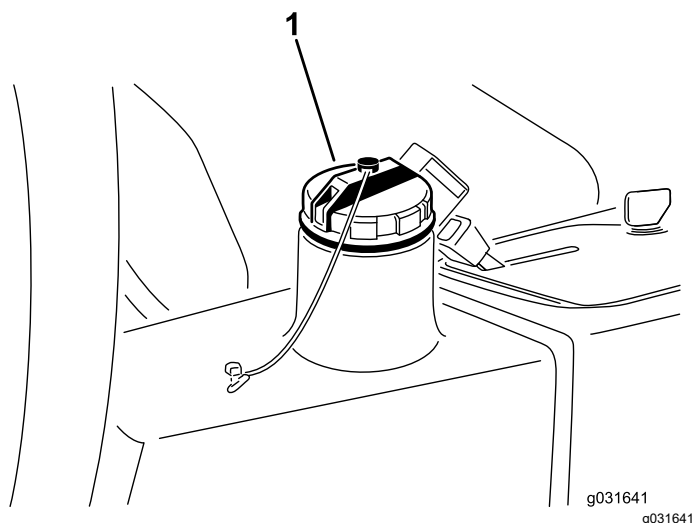

图 65
2. 清理加油颈和液压油箱盖周围的区域 图 65。
3. 卸下液压油箱盖 图 65。